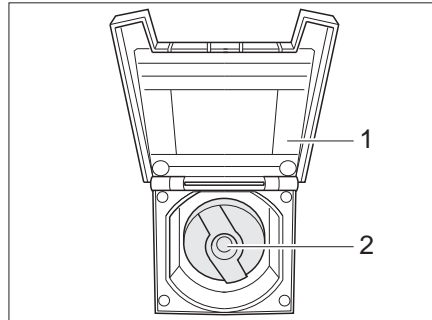

Fig. 237 Coperchio per bocchettone di riempimento dell'acqua potabile
- Aprire lo sportellino (Fig. 237,1) del bocchettone di riempimento dell'acqua potabile.
- Inserire la chiave nel cilindro della serratura (Fig. 237,2) e ruotare in senso antiorario di un quarto di giro.
- Aprire il bocchettone di riempimento dell'acqua potabile (Fig. 237).